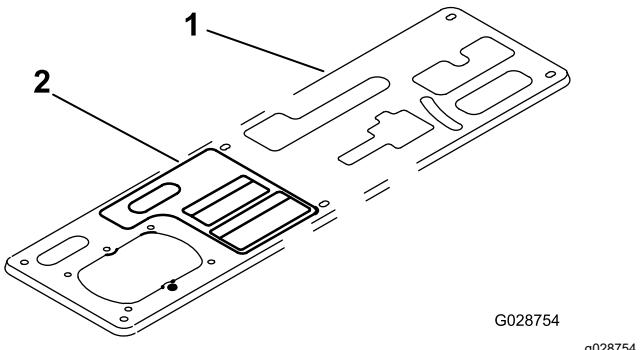

Figure 15
8. Nettoyez la plaque de la console et apposez l'autocollant d'utilisation sur la console, près du levier de PDF, à l'emplacement indiqué à la Figure 15.